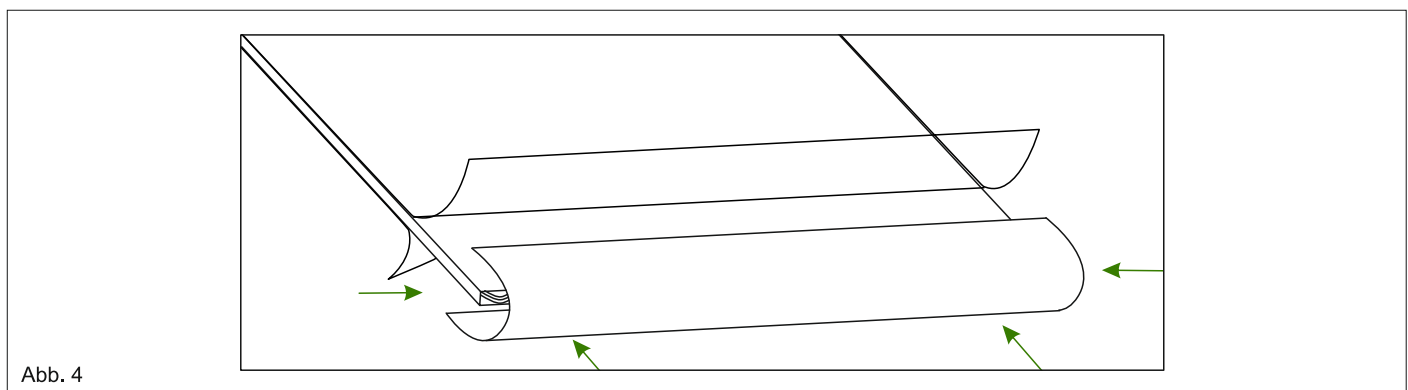

Abb. 4
PV-Glasplatten: Bei der Montage der PV-Platten beachten Sie bitte wie folgt: die Solarzellen mit dunkler Seite Richtung Sonnenlicht verbauen. Die Innenseite ist silbergrau. Nehmen Sie die PV-Glasplatten und setzen Sie auf der Seite der Kabelanschlüsse, die Teilstücke der Klickleisten KL-A935 ein. Achten Sie dabei auf die richtige Positionierung. Setzen Sie auf der anderen Seite des Glases die Klickleisten KL-A980 ein. Um diesen Schritt zu vereinfachen, setzen Sie zuerst die Gummidichtung auf die Glasscheibe und dann anschließend die Klickleiste. Wiederholen Sie diesen Schritt mit allen für die Dachbedeckung vorgesehenen Glasscheiben. Siehe Abb. 3. Siehe Abb. 4.
1. Die Polycarbonatplatten werden bereits mit dem Klebeband verschlossenen Kanten geliefert. Wenn Sie die Polycarbonatplatten gekürzt haben oder diese ohne die verschlossenen Kanten geliefert bekommen haben, so empfehlen wir die Kanten mit dem Atmungsaktiven Klebeband zu verkleben umso die Verschmutzungen in den Hohlkammern der Platten zu vermeiden. Siehe Abb. 4.
4. Zum einrasten der Sparrenabdeckungen können Sie einen Gummihammer, mit angemessener Kraft, verwenden. Beachten je nach Ausführung ihrer Terrasse die untere Abbildung. Siehe Abb. 4.